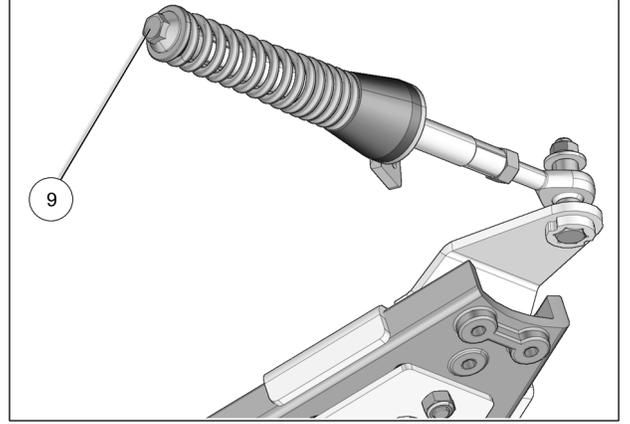

Fig. 26
13. Vérifier que le boulon du ressort (6) est serré au couple recommandé : 75 N•m [55 lb•pi]. Fig. 26